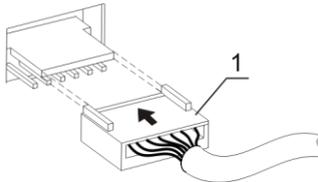

Fig.1 Collegamento del blocco termico
- Scegliere il blocco termico, collegare la spina al terminale del contatto situato sul fondo del blocco termico secondo lo schema riportato nella Fig. 1/1. Assicurarsi che il connettore sia ben fissato.
- Rimuovere le quattro viti a testa zigrinata, sollevare il blocco senza danneggiare il cavo e staccare la spina (fig. 1/1).